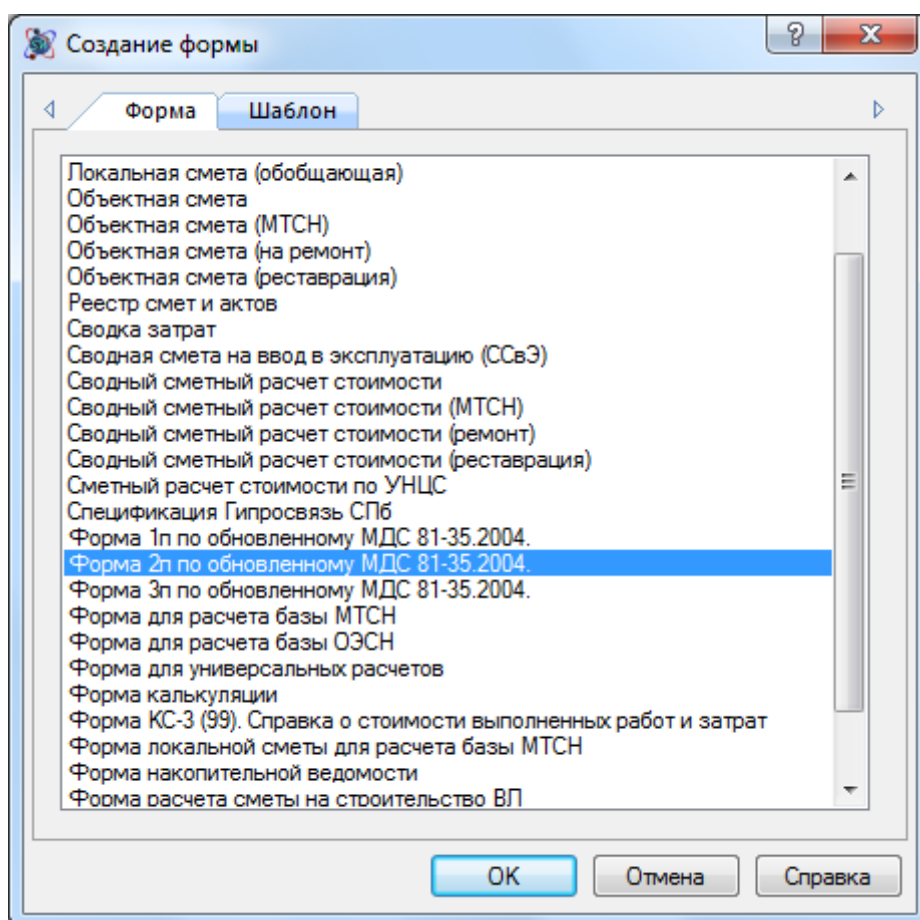

Рис. 1.1 Создание Формы 2п
3. В диалоговом окне *Создание формы* выбрать Форма 2п (рис. 1.1) и нажать кнопку ОК.